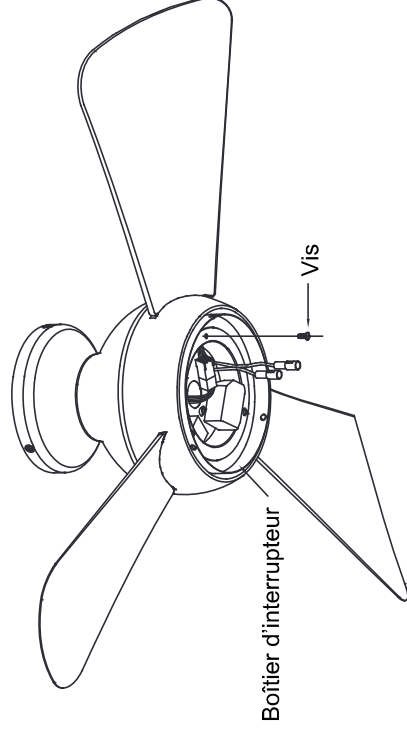

Fig. 14
Étape 4. Retirer une des trois vis dans le boîtier d'interrupteur. Desserrer légèrement les deux vis restantes (**Fig. 14**).